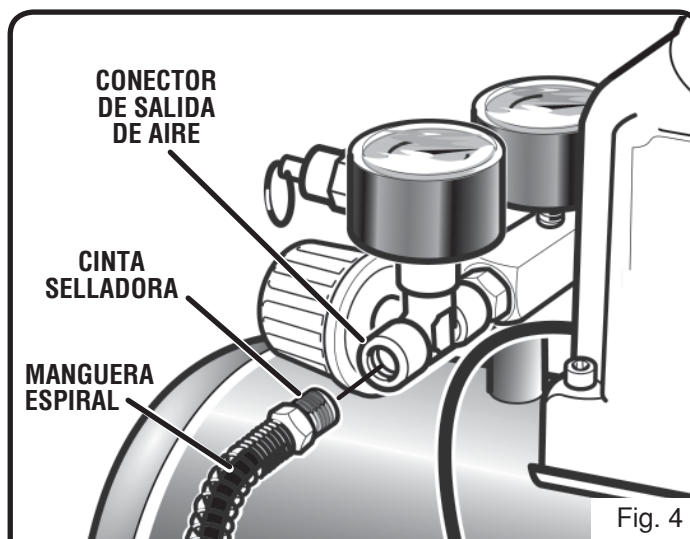

Fig. 4
- Introduzca el extremo roscado de la manguera en el extremo abierto de la salida de aire. Con una llave ajustable apriételo firmemente (Fig. 4).